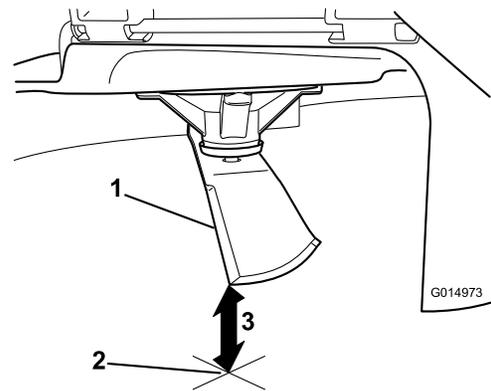

Figure 101
5. Mesurez la distance entre la pointe de la lame et la surface plane (Figure 101).